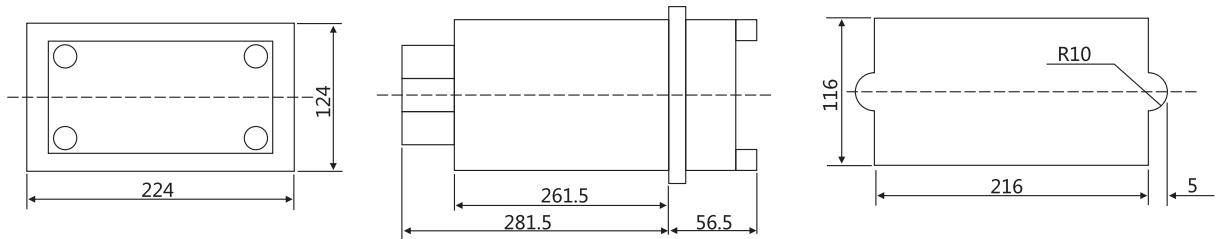

图5 DCD-5A差动继电器外形及安装尺寸图
3.15 继电器结构代号为A32K外形尺寸、安装尺寸见图5。